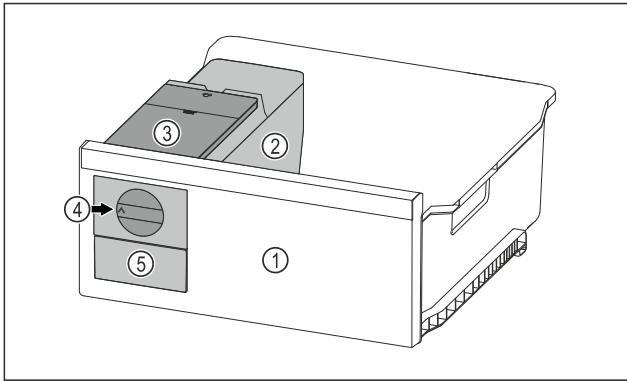

Fig. 68 Ілюстративне зображення
- ▶ Поворотну ручку Fig. 68 (4) повернути за годинниковою стрілкою до упору.
- ▷ Кубики льоду випадають із ванночки для кубиків льоду у висувний ящик для кубиків льоду Fig. 68 (5). Якщо не всі кубики льоду виймаються з ванночки для кубиків льоду: